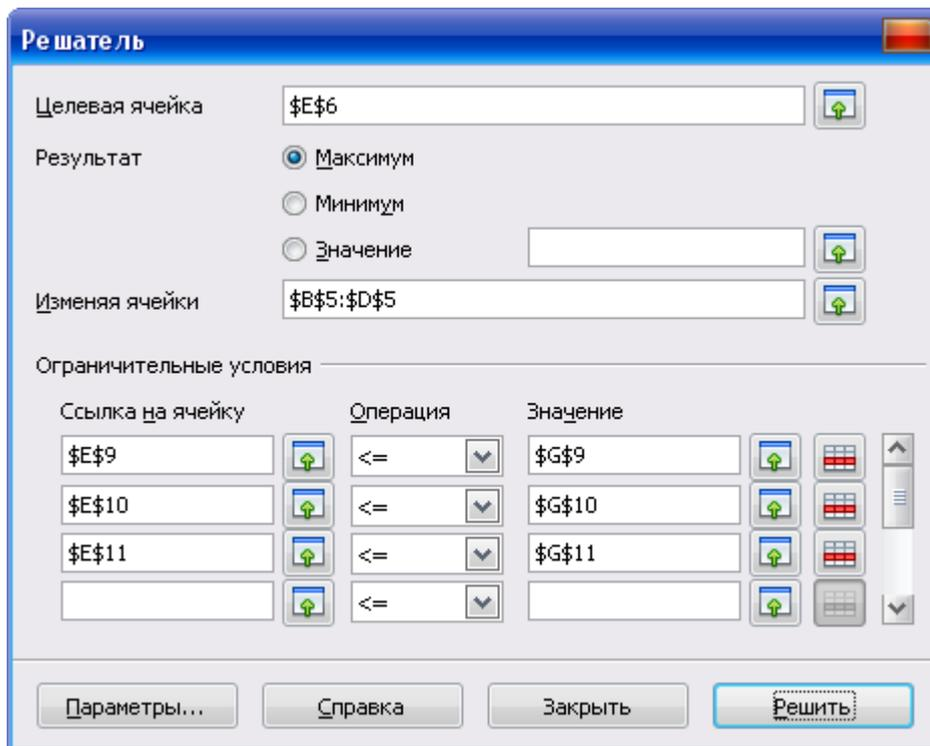

Рис. 6.2. Диалоговое окно Решатель
4. Установить курсор в ячейку E6 и в меню **Сервис** выбрать **Решатель**. В открывшемся диалоговом окне **Решатель** (рис. 6.2) поле **Целевая ячейка** будет содержать адрес целевой ячейки \$E\$6.
7. Для ввода ограничений заполнить текстовые поля **Ограничительные условия** согласно условиям задачи (рис. 6.2).
9. Запустить задачу на выполнение щелчком по кнопке **Решить** (рис. 6.2).